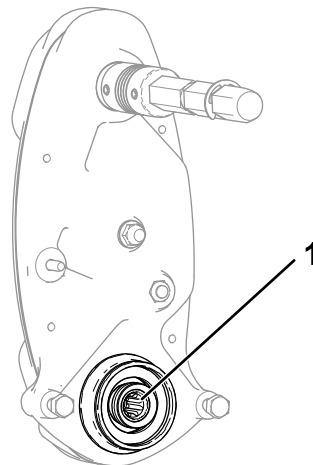

Figura 14
3. Verificate la quantità di grasso rimanente all'interno dell'albero di trasmissione del cilindro (Figura 14).